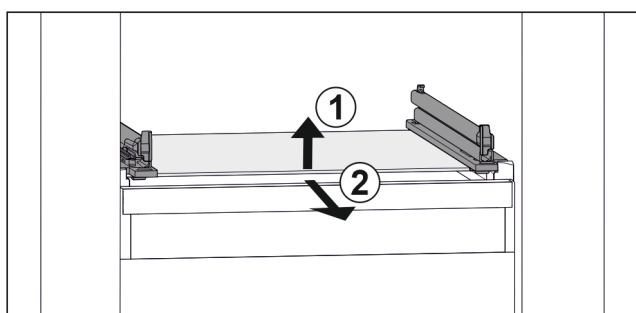

Fig. 158 Exempel på glashylla
- ▶ Lyft glashylla fram till. Fig. 158 (1)
- ▶ Ta ut glashylla framåt. Fig. 158 (2)